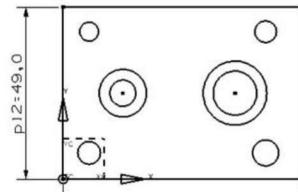

图 1.5 绘制圆形
(4) 单击草图功能中的“圆”按钮 ，选择默认“圆心和直径定圆”方式，绘制如图 1.5 所示 8 个圆形。